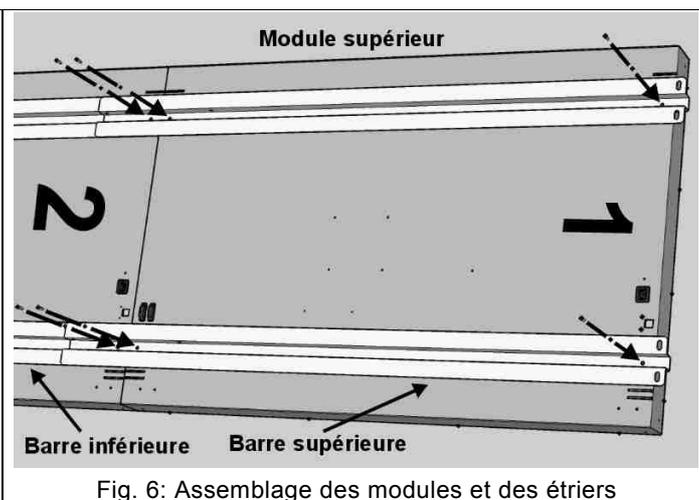

Fig. 6: Assemblage des modules et des étriers
3. Placez les modules avec la partie avant tournée vers le sol, en suivant la numération indiquée au verso (Fig. 6), pour composer le tableau désiré (voir les différents modèles au chapitre 1). Placez les deux étriers sur les modules en alignant les trous de fixation et fixez-les solidement aux modules avec les vis fournies (Fig. 6) et un tournevis cruciforme.